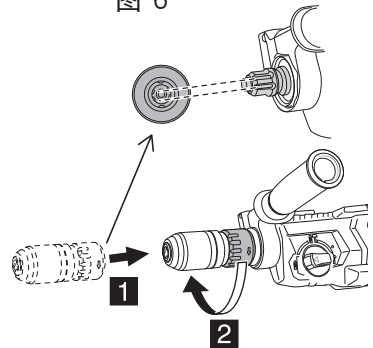

图 7
- (1) 使锁定夹卡与齿条吻合。
- (2) 推入锁定夹卡，并按照锁定夹卡上显示的箭头方向进行旋转（图 7）。
- (3) 试着拉出锁定夹卡，确认已安装牢固。